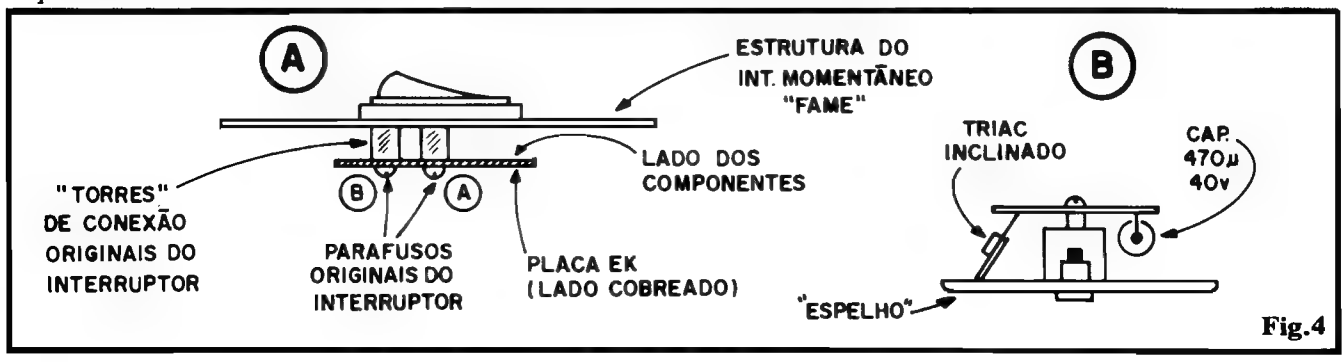

Fig. 4
- FIG. 4 - "CASANDO" A EK COM O INTERRUPTOR - Observem cuidadosamente o diagrama 4-A, no qual enfatiza-se que o **lado dos componentes** (do Circuito Impresso) deve confrontar a traseira do interruptor momentâneo tipo "FAME" ou "MINI-TOC"... Lembrar que a fixação deve ser feita após alguns cuidados prévios: soldar dois pedaços de fio (de calibre conveniente) aos pontos "X-X" da placa (para posterior conexão à cabagem C.A. já existente na caixa de instalação) e "deitar" um pouco, "para fora" da placa, o TRIAC (TIC216D ou TIC226D), conforme mostra 4-B. Esse "tombamento" do TRIAC se mostrará válido quando da acoplagem do interruptor ao respectivo "espelho". Os parafusos originais existentes nos "toques/terminais" do interruptor tipo **push-button** N.A. devem ser removidos, e em seguida utilizados para fixação mecânica (e conexão elétrica) da placa da EK, observando (4-A) que as "cabeças" dos ditos parafusos fazem firme contato elétrico com as "auréolas" sobreadas dos próprios furos de fixação, estabelecendo-se, assim, a incorporação do interruptor ao circuito (conforme "esquema" - fig. 1).